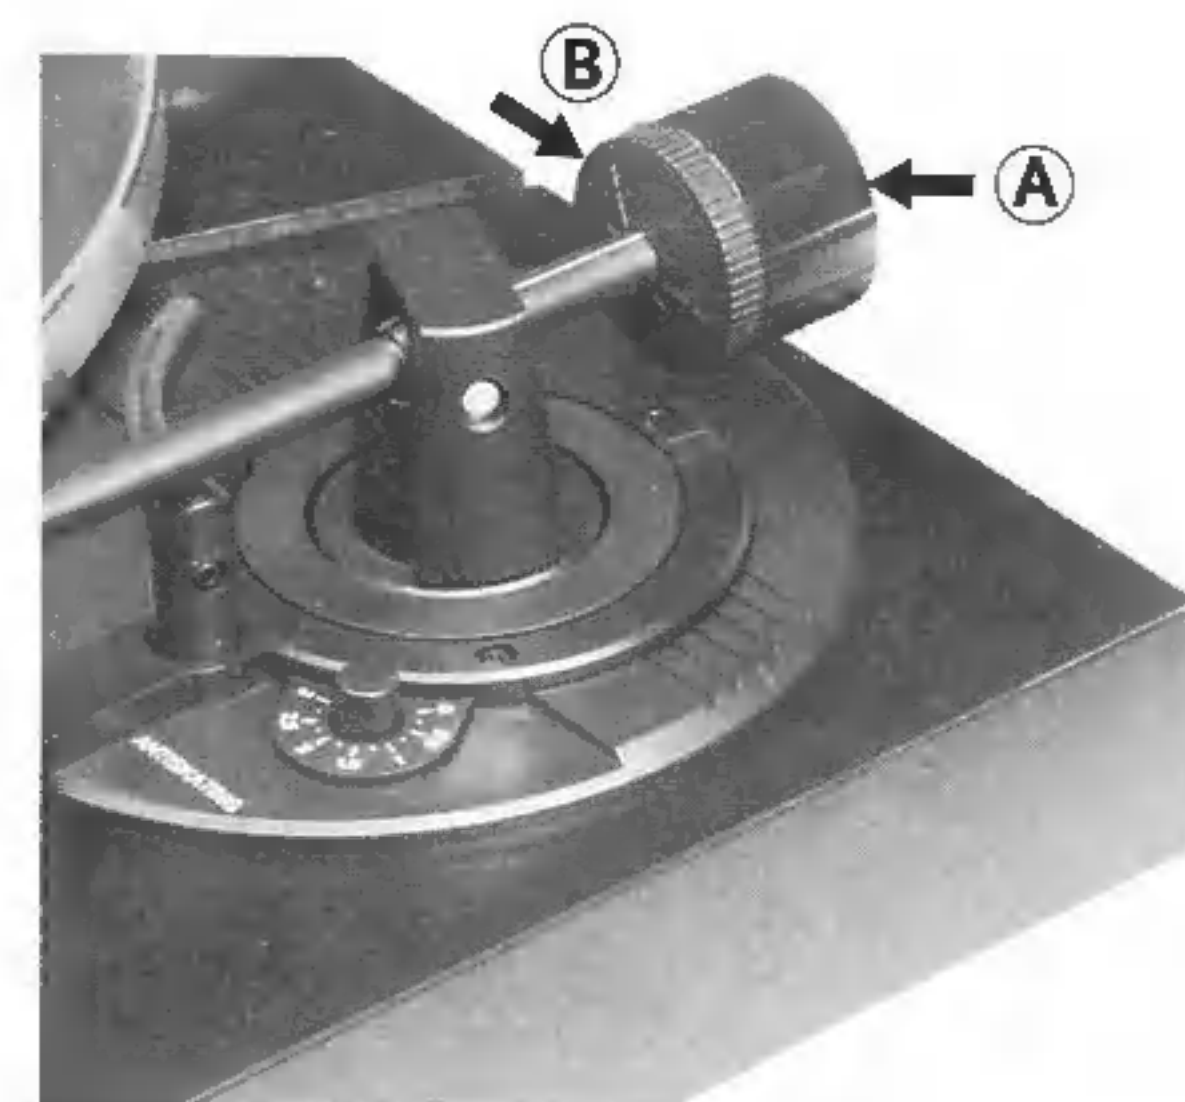

Fig. 7
Drehen Sie nun das Ausgleichsgewicht ④ mit Skalenring ⑤ (Fig. 7) bis der Tonarm waagrecht in Schwebe bleibt.